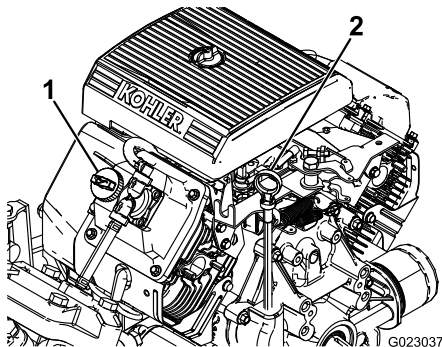

图 43
2. 取出量油尺用干净的抹布擦拭 图 43。将量油尺插入量油尺管道中并确保它完全插入。取出量油尺并检查油位。
3. 如果机油油位较低请从气门室盖 图 43 上拆下加油颈盖从开口处注入机油直至油位达到量油尺上的“已满”标记。在此过程中应缓慢添加机油并不时检查油位。切勿过量添加。
8. 慢慢从加油颈 图 43 注入规定油量的大约 80%。